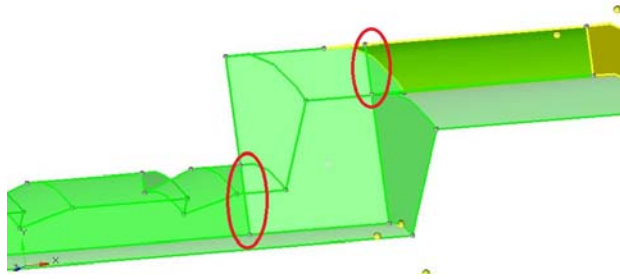

图 5-82 创建两条共享边
- (1) 进入 geom>quick edit 面板。
- (2) 选择 split surf-line 工具。
- (3) 创建两条共享边对曲面进行局部拓扑细化，如图 5-82 所示。
- (4) 单击 return 按钮。